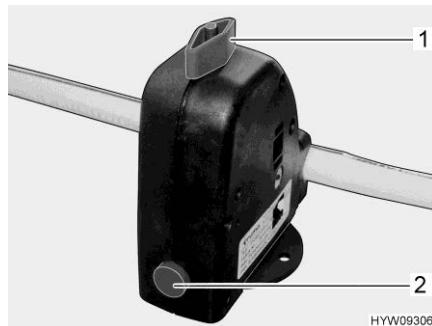

Fig. 154 Valvola di sicurezza/di sca-
Il boiler è dotato di una valvola di sicurezza/di scarico (Fig. 154). La valvola di sicurezza/di scarico impedisce che l'acqua congeli nel boiler in presenza di basse temperature esterne, quando il riscaldamento dell'autocaravan non è acceso.
polo (Fig. 154,1) verticalmente rispetto alla valvola di sicurezza/di sca-
rico e premere verso l'interno il bottone automatico (Fig. 154,2).
- Aprire la valvola di sicurezza/di scarico. A tal fine ruotare la manopola (Fig. 154,1) nel senso della lunghezza della valvola di sicurezza/di scarico. Il bottone automatico (Fig. 154,2) scatta all'infuori. Il boiler viene svuotato verso l'esterno tramite la valvola di sicurezza/di scarico.